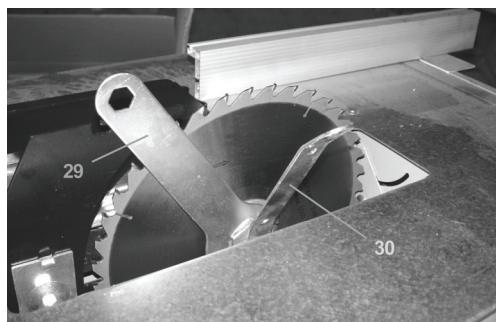

Fig. 26
- Folosind sculele speciale 29 și 30 degajați șurubul cu care este fixat discul de ferăstrău (v. fig. 26).